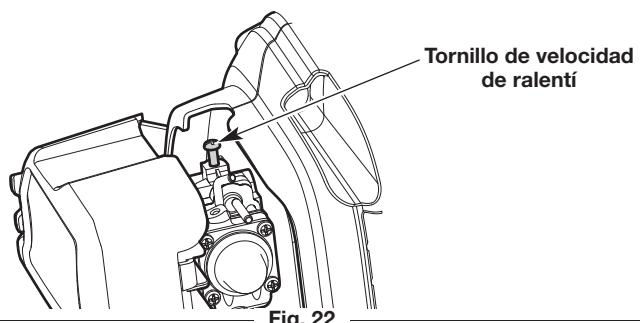

Fig. 22
- Si el motor se para, aumente la velocidad de ralentí. Use un destornillador Phillips pequeño para girar el tornillo de velocidad de ralentí en el sentido de las agujas del reloj, 1/8 de giro cada vez hasta que el motor funcione al ralentí de manera uniforme (Fig. 22).
- Si los dientes giran cuando el motor funciona al ralentí, reduzca la velocidad de ralentí. Gire el tornillo de velocidad de ralentí en el sentido contrario de las agujas del reloj, 1/8 de giro cada vez, hasta que los dientes se detengan (Fig. 22).